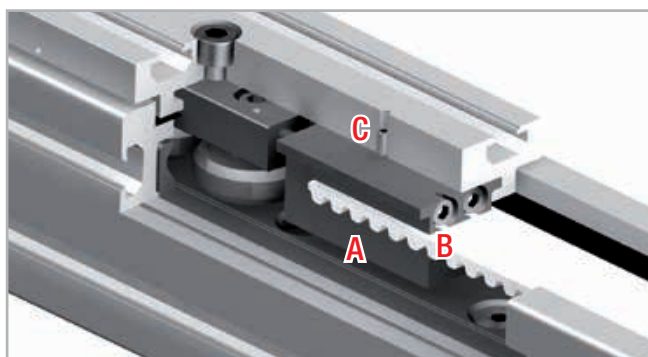

Fig. 33
1. Allentare le viti di sicurezza C (in alto sul cursore) dell'unità di tensionamento della cinghia A (vedi fig. 33).